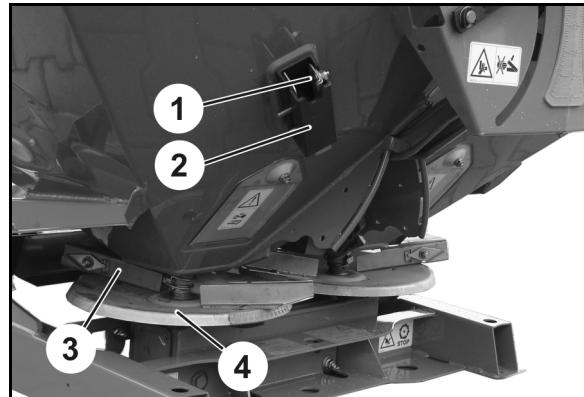

Рис. 78
1. Выньте распределяющую лопасть с ограничением дальности распределения(Рис. 78/1) из держателя (Рис. 78/2).
2. Демонтируйте распределяющую лопасть (Рис. 78/3) левого распределяющего диска (Рис. 78/4).